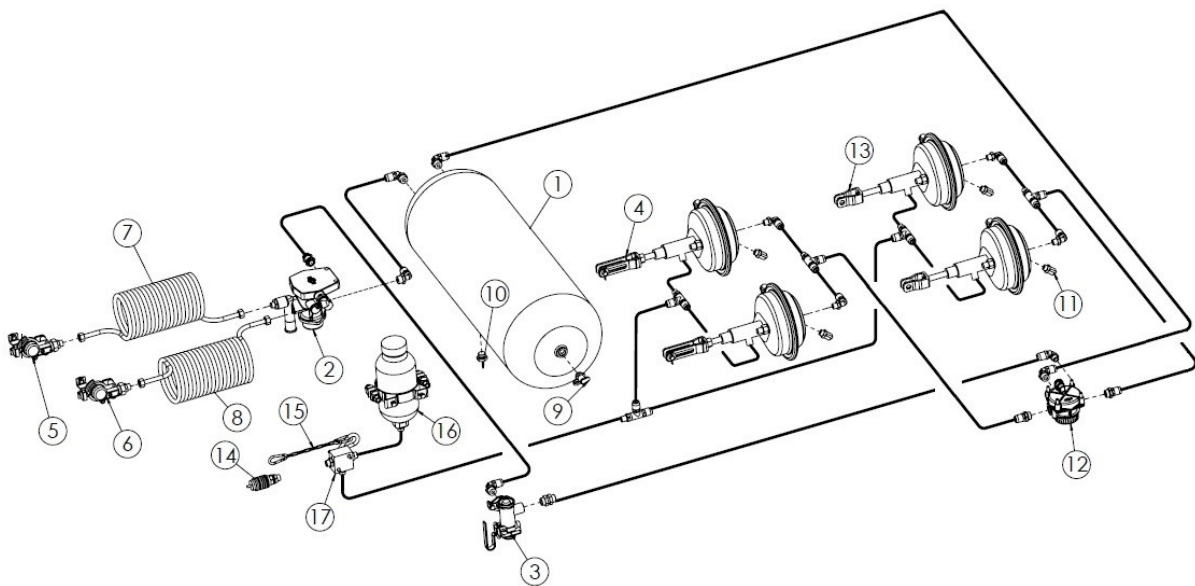

Рисунок 12-й. Пневмогидравлическая тормозная система
- пневмогидравлическая тормозная система (Рисунок 12),
Другим вариантом тормозной системы является пневмогидравлическая тормозная система - Рисунок 12.